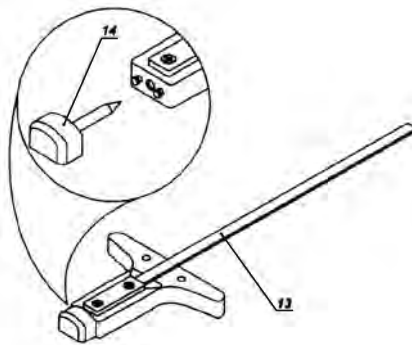

fig.1 - barra guia para cortes paralelos / circulares
A barra guia para cortes paralelos/circulares (13) e a pino guia paralelo (14), permitem fazer cortes circulares com o raio desejado, fig.1.
- Se o corte não for iniciado a partir da extremidade do material, faça um furo inicial a partir do ponto onde o corte será iniciado, fig. 1.
- O pino de centro (14) deverá ser colocado na barra guia (13).
- Mova a barra guia de modo guia (13), de maneira que determine o raio do corte e a posição da barra guia (13) utilizando o parafuso de fixação (12).
- Coloque o pino da guia paralela (14) no furo central e comece o corte movendo o aparelho através do círculo.